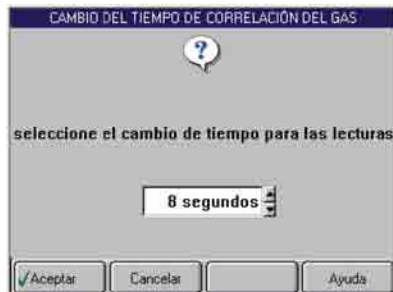

Figura 9.5: Pantalla Cambio del Tiempo de correlación de lecturas (Gas Correlation Time Shift)
- b En el escáner, presione la tecla de función **Más (More)**, luego use la tecla de Dirección para seleccionar **Opciones de gases**, y presione la tecla **ENTER**. Esto muestra la pantalla Cambio del Tiempo de Correlación del Gas. (Figura 9.5 en la página 56).